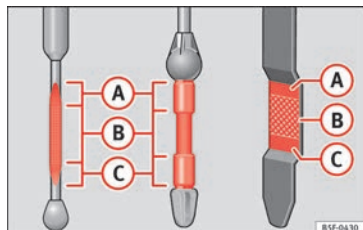

Fig. 241 Vareta de medição do nível de óleo.
- Em seguida, retire-a novamente e verifique o nível do óleo » **Fig. 241**. Caso seja necessário, reponha óleo do motor.